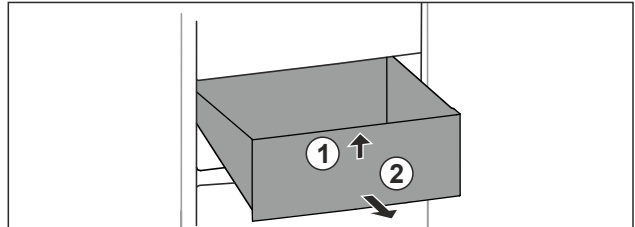

Fig. 86
- ▶ Приподнимите выдвижной ящик спереди. Fig. 86 (1)
- ▶ Извлеките выдвижной ящик движением вперед. Fig. 86 (2)